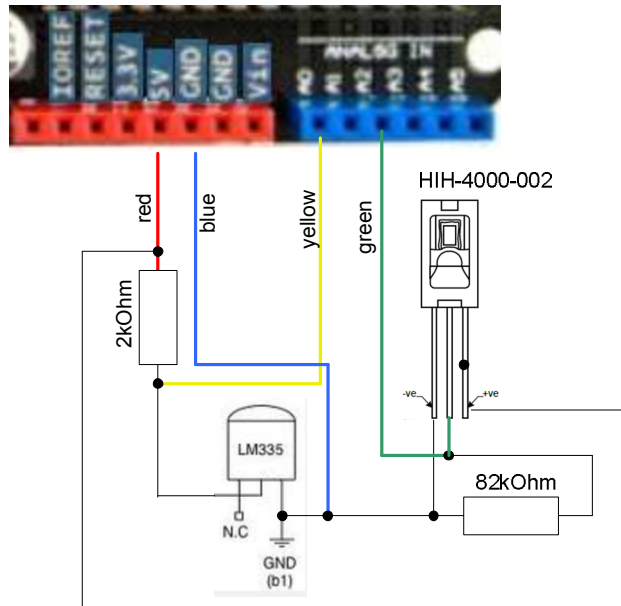

Рис. 8. Подключение датчика температуры LM335 к 1-му входу ADC (A0) и датчика влажности HIH-4000-002 к 3-му входу ADC (A2).
1. Подключите два датчика температуры к первому и второму входам АЦП (А0 и А1) и четыре датчика влажности к остальным входам по схеме показанной на Рис. 8.